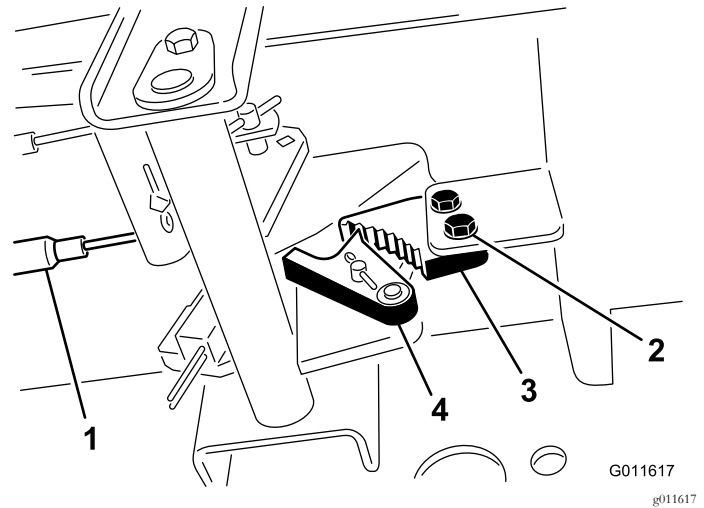

図 71
1. 駐車ブレーキのツメをフレームに固定しているねじ2本をゆるめる図 71。
2. ブレーキのツメが戻り止めに完全に掛かるまで駐車ブレーキペダルを前に踏み込む図 71。